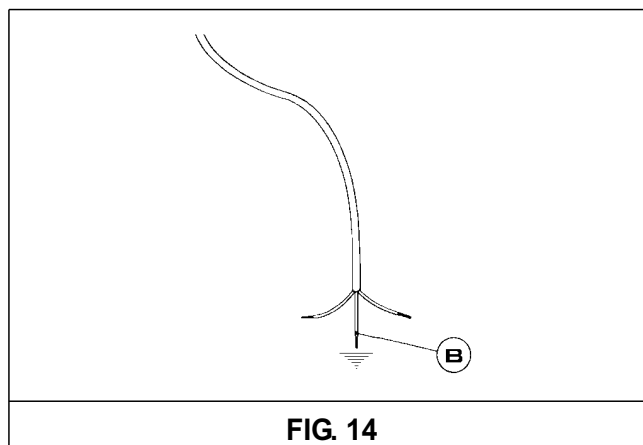

FIG. 14
*Em caso de substituição do cabo de alimentação, o instalador deverá manter o condutor de terra mais comprido em relação aos condutores de fase (veja fig. 14). Para além disso, deverá respeitar as indicações do parágrafo 8.*